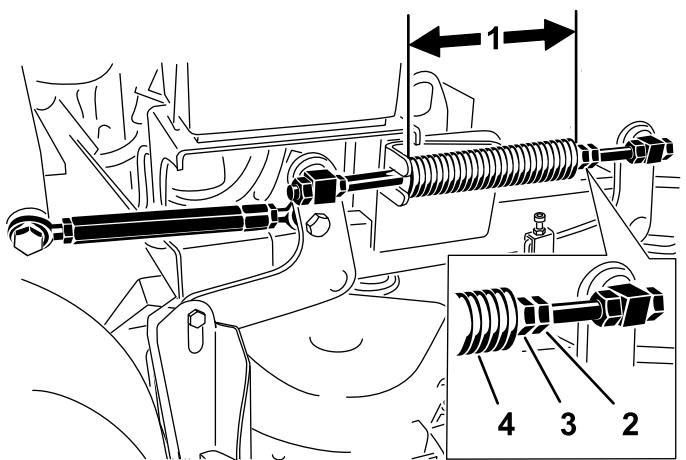

図 84
注 通常は、この長さが、91 cm36"デッキでは 28.2 cm、102 cm40"デッキでは 25.7 cm であることが必要である図 84。
3. スプリングのジャムナットをゆるめ、各スプリングの前についているナットでこの距離を調整する図 84。
4. スプリングのジャムナットを締めて調整ナットを固定する図 84。